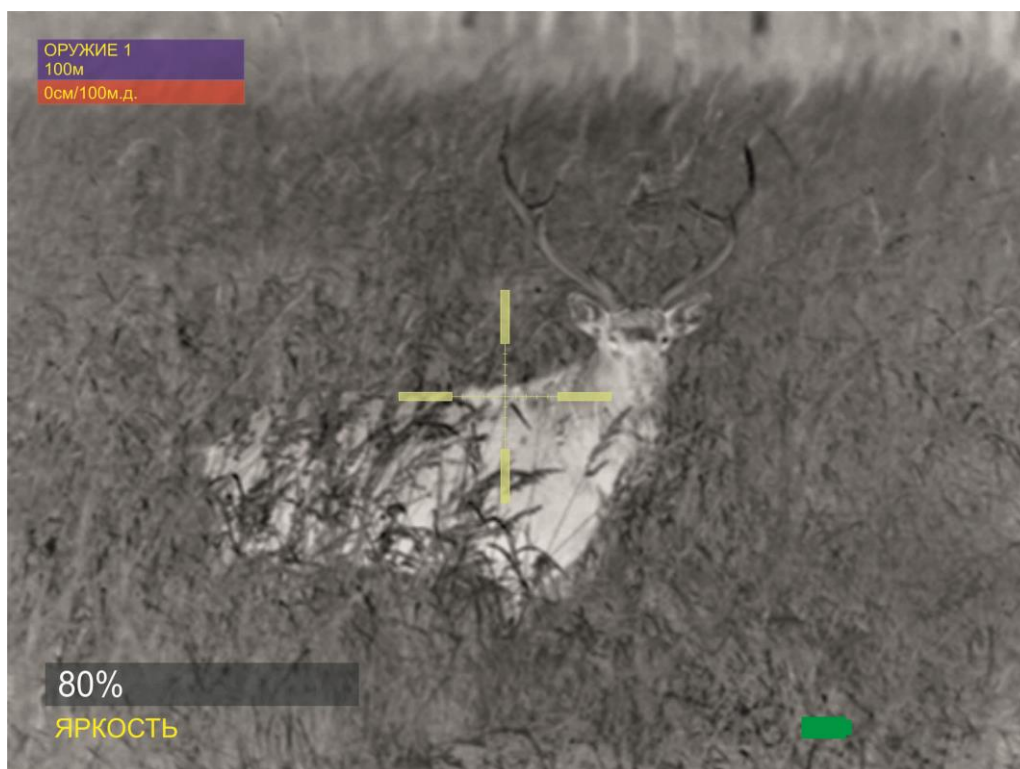

Рисунок 4 – Яркость изображения
Для изменения яркости экрана, необходимо войти в меню «ЯРКОСТЬ», нажав кнопку (4). Для увеличения яркости дисплея необходимо кратковременно нажимать кнопку (5) (см. рис. 1), для уменьшения яркости - кнопку (3). Установленный уровень яркости дисплея в % (см. рис. 4) запоминается в памяти изделия для всех режимов работы.